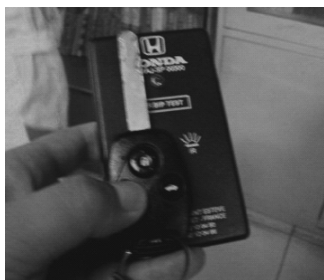

图 11-17 遥控器检测仪的测试
- 4) 检查遥控器是否存在故障。如本田轿车, 可以用本田专用的遥控器检测仪对遥控器工作时的遥控信号进行测试, 如图 11-17 所示。正常情况下, 操作遥控器上的锁止及解锁按钮时, 遥控器指示灯会亮一下并同时发出信号。遥控器信号检测仪检测到信号时, 其上的指示灯也会亮一下, 这说明遥控器工作正常。若遥控器及信号测试仪的指示灯均没有点亮, 则说明遥控器存在故障。